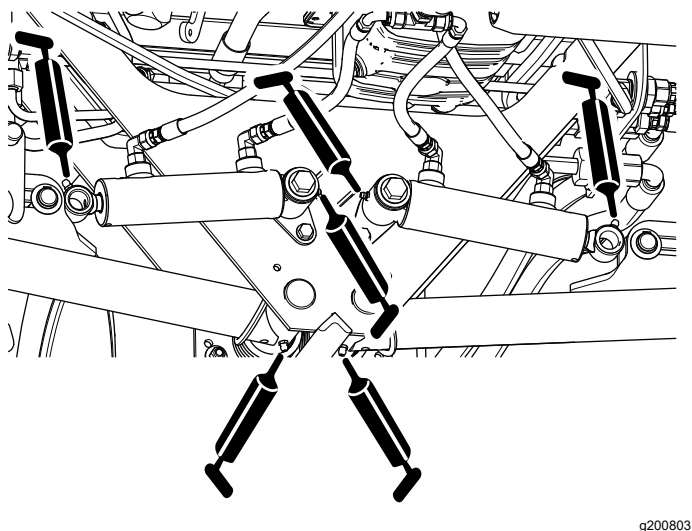

Figura 50
- Pivotes y cilindros de elevación de los brazos de elevación traseros (4 en cada); consulte **Figura 50**.